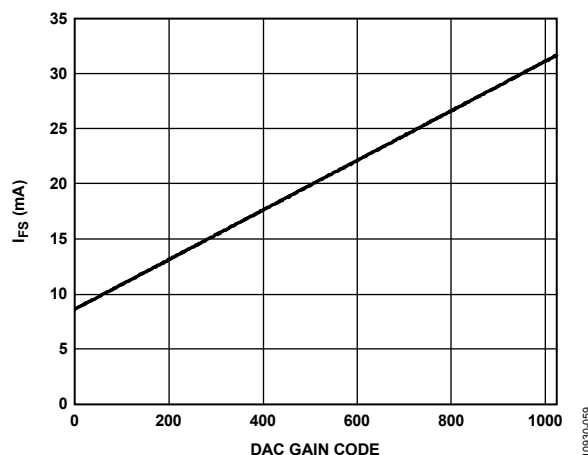

図 55. DAC ゲイン・コード対 DAC フルスケール電流
V_{REF} (1.2 V)、 R_{SET} (10 kΩ)、DAC ゲイン (512) の公称値に対して、DAC のフルスケール電流は 20.16 mA (typ) になります。DAC フルスケール電流は DAC ゲイン・パラメータを設定して、8.64 mA ~ 31.68 mA で調整することができます (図 55)。